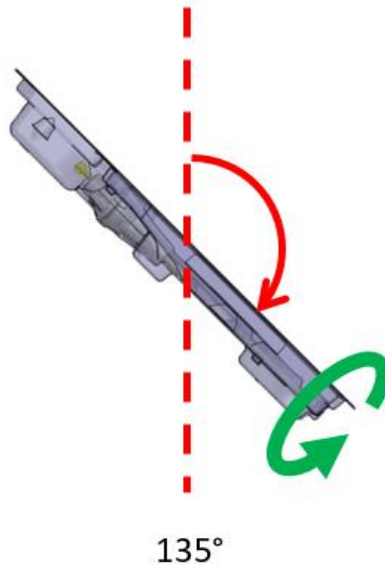

Abbildung 33: UA in 135°-Position
- e. Setzen Sie die Kippbewegung des UA in die 135°-Position fort und wiederholen Sie den im vorherigen Schritt beschriebenen Drehzyklus (*Abbildung 33*).